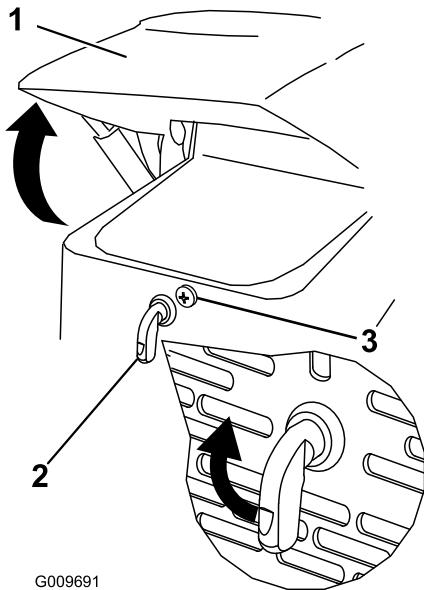

Figura 27
- Afloje el tornillo de bloqueo del capó (Figura 27).
- Giro el cierre del capó en el sentido de las agujas del reloj (Figura 27).
- Levante el capó (Figura 27).
- Apriete el tornillo de bloqueo del capó para bloquear el cierre (Figura 27).